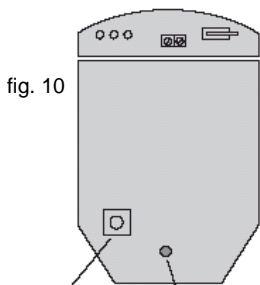
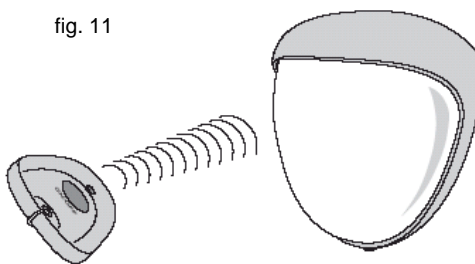

fig. 10
fig. 11
- El usuario puede programar de forma individual una serie de ajustes configurables como se muestra en la tabla de programación. Los ajustes de fábrica se indican con casillas sombreadas. Los ajustes existentes se pueden cambiar de forma sencilla. Para restaurar los ajustes de fábrica debe desconectar simplemente la alimentación del detector, pulsar y mantener pulsado el botón de programación (fig. 10) mientras vuelve a restablecer temporalmente la alimentación del detector: o bien antes de la instalación, con una batería PP3 o suministrando 12 voltios a la unidad in situ.
- 1) Pulse el botón de programación, tal y como se muestra en la fig. 10 (o el botón de la llave de control que se muestra en la fig. 11, 12) para el número de la opción que desea cambiar; por ejemplo, una vez para el alcance, dos para el contador de impulsos, tres para el LED, cuatro para los Lux, cinco para los contactos y seis para el temporizador.
NOTA: Al conectar la alimentación al **D-TECT**®, el usuario dispone de un espacio de tiempo de 5 minutos para empezar a utilizar la llave de control IR. El temporizador se puede reinicializar pulsando el botón de programación, como se muestra en la fig.10, o bien desconectando y seguidamente volviendo a conectar la alimentación del **D-TECT**®